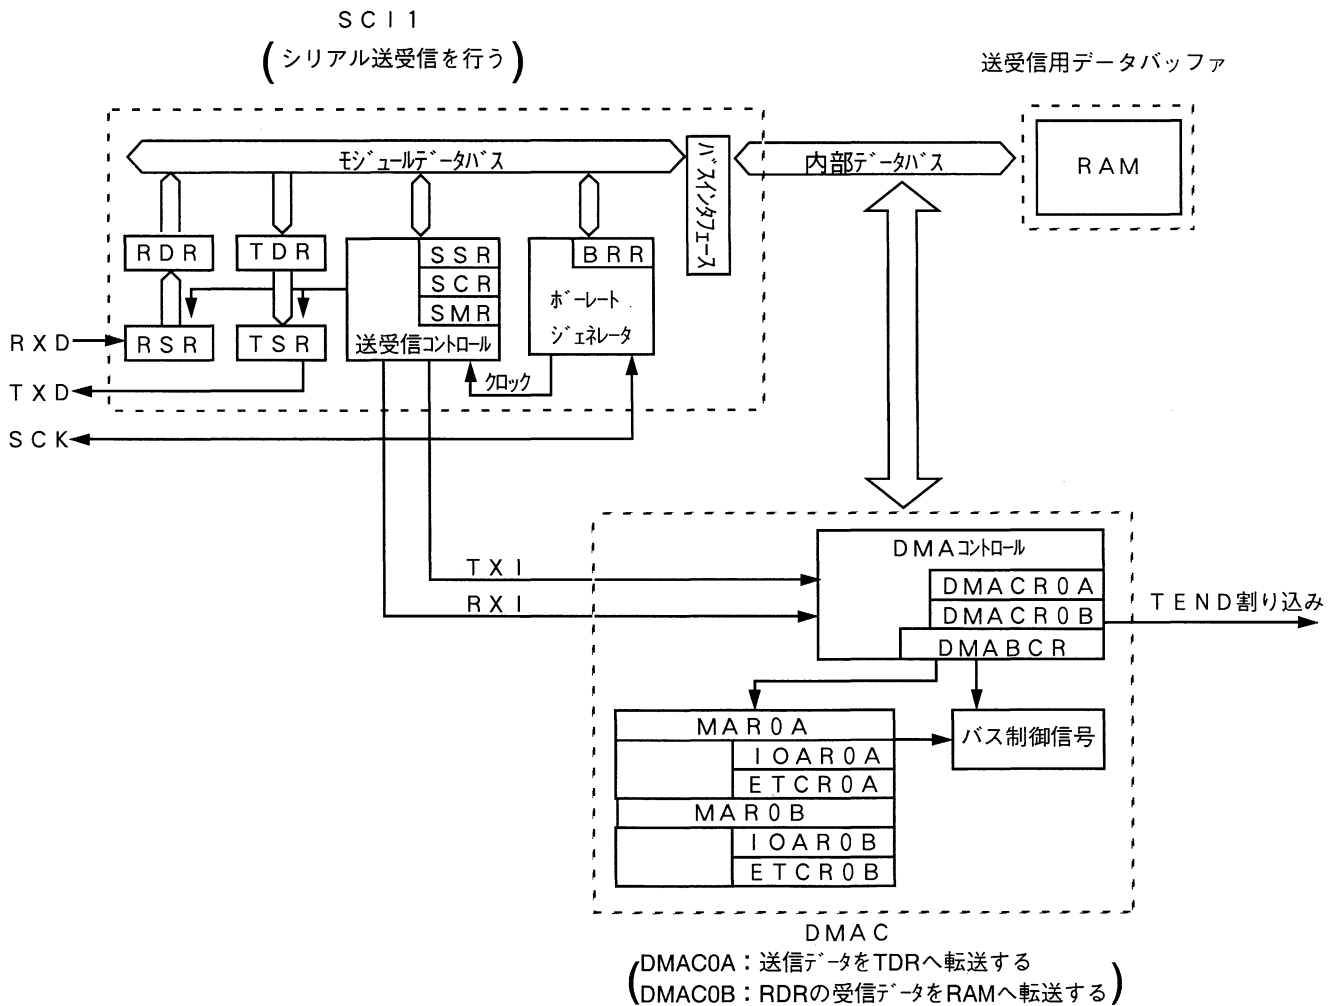

図2 SCI 連続送受信ブロック図
(1) 図2に本タスクで使用するH8S/2655の内蔵機能を示します。図2に示すようにDMAC0A、DMAC0BおよびSCI1を使用して高速にシリアル通信を行います。